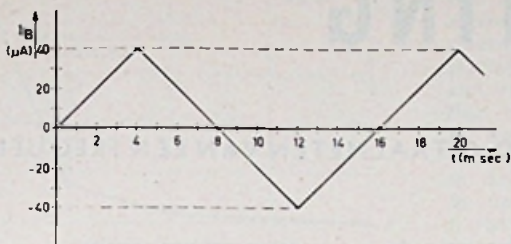

Fig. 15
- b. Op de basisstroom van $45 \mu\text{A}$ wordt een wisselstroom-component gesuperponeerd welke op de in fig. 15 geschetste wijze met de tijd verandert. Construeer de collectorstroom als functie van de tijd in een grafische voorstelling waarin 1 cm op de horizontale as overeenkomt met 1 ms en 1 cm op de verticale as met 1 mA.